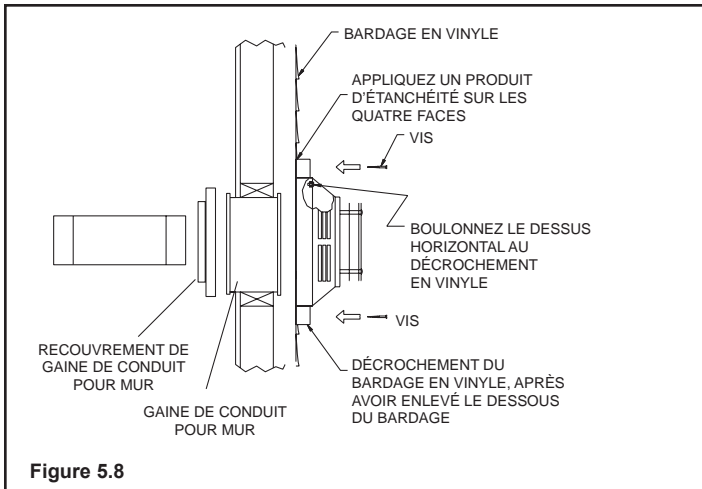

Figure 5.8
**(REMARQUE :** Si vous installez le couvercle de terminaison HHW2, le tuyau sera décalé du centre sur le solin). Les dégagements par rapport aux matériaux combustibles doivent être corrects. Si vous utilisez un couvercle de terminaison agréé autre que le HHW2 sur un bâtiment au parement de vinyle, un écarteur de parement de vinyle doit être installé entre le couvercle de la bouche et le mur extérieur (**Figure 5.8**, à la page suivante). Attachez le parement de vinyle au couvercle de terminaison horizontale. Ces écarteurs empêchent un chauffage excessif du bardage en vinyle et de fondre le vinyle. Le couvercle de terminaison de la bouchene doit pas être encastré dans un mur ou un parement. Enlever le bardage de lazone où l' écarteur sera positionné.